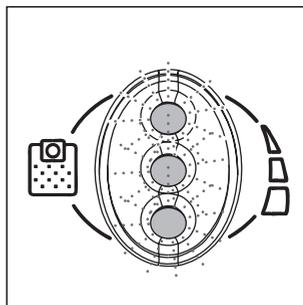

fig. 6
### Indicatore EPS (Electronic Protection System) sacco pieno (G) (fig. 6)